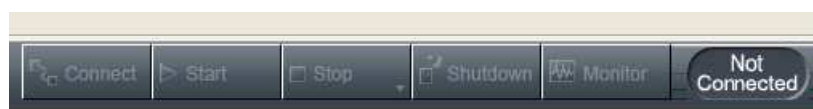
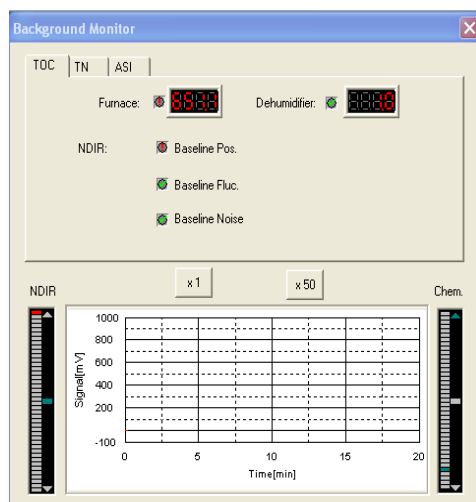

Figura 6.6 – Conexão do computador ao equipamento
Figura 6.9 – Monitoramento de temperatura do forno elétrico.
11. Então, com uma “*sample table*” aberta, é possível conectar o computador com o equipamento de TOC. Na parte superior direita da janela principal estão os comandos de acionamento do equipamento, Figura 6.6. Quando o equipamento não está conectado ao software, a informação “*not connected*” aparecerá. Para a conexão do equipamento ao computador basta clicar no botão “Connect”.
15. Monitoramento do forno elétrico: ao conectar a "sample table" ao equipamento, automaticamente o forno elétrico do TOC é acionado. O forno elétrico é acionado para as análises de TC, TOC, NPOC e TN (lembrando que para esta última a unidade TNM-1 também deve estar ligada). A temperatura do forno pode ser de $680 \text{ }^\circ\text{C}$ ou $720 \text{ }^\circ\text{C}$ (esta última usada na medida de TN). Para monitoramento desta variação de temperatura, basta clicar no botão "Monitor" (), Figura 6.6, que aparecerá uma janela de monitoramento, como mostrado na Figura 6.9. Enquanto ocorre a estabilização da temperatura de análise, canto superior direito da janela irá aparecer a mensagem "not ready" em vermelho, e os botões de linha de base, mostrados na Figura 6.9, também estarão vermelhos. A estabilização da temperatura do forno leva em torno de 30 a 40 minutos. Após esta estabilização, todos os botões de linha de base ficarão verdes, e no campo direito superior do programa aparecerá o sinal "ready" (), que significa que o equipamento está pronto para as análises.
2. Para ligar a unidade de TNM-1 e conectá-la ao computador, basta seguir as mesmas etapas de acionamento e conexão do TOC, seção 6, com a diferença do monitoramento dos parâmetros de TN, que podem ser monitorados pela mesma janela mostrada na Figura 6.9, clicando na aba TN.